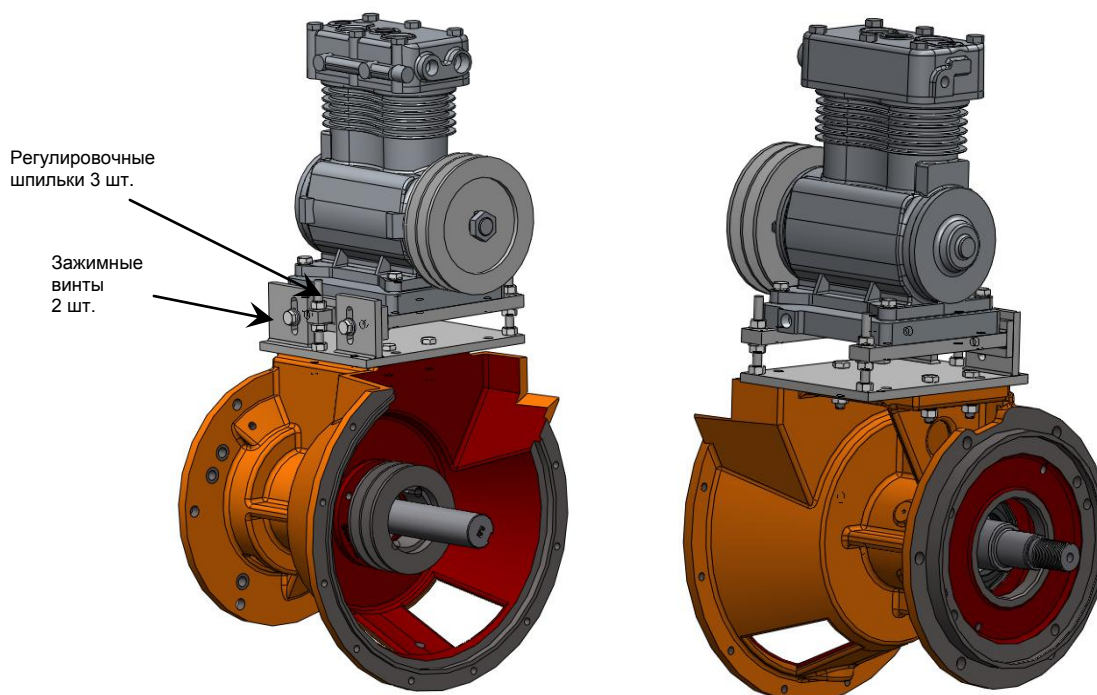

Рис. 26 Компрессор с цепной передачей (показан на кронштейне подшипника насоса CD150 со снятыми ограждением и цепным ремнем)
- 4) Если требуется регулировка, ослабьте два зажимных винта (см. Рис. 26) настолько, чтобы несущая рама компрессора могла двигаться на поддерживающей угловой раме.
- 5) Ослабьте 3 гайки регулировочных шпилек в верхней части несущей рамы (см. Рис. 26).
- 2) Ослабьте два зажимных винта (см. Рис. 26) настолько, чтобы несущая рама компрессора могла двигаться на поддерживающей угловой раме.
- 3) Ослабьте 3 гайки регулировочных шпилек в верхней части несущей рамы (см. Рис. 26).